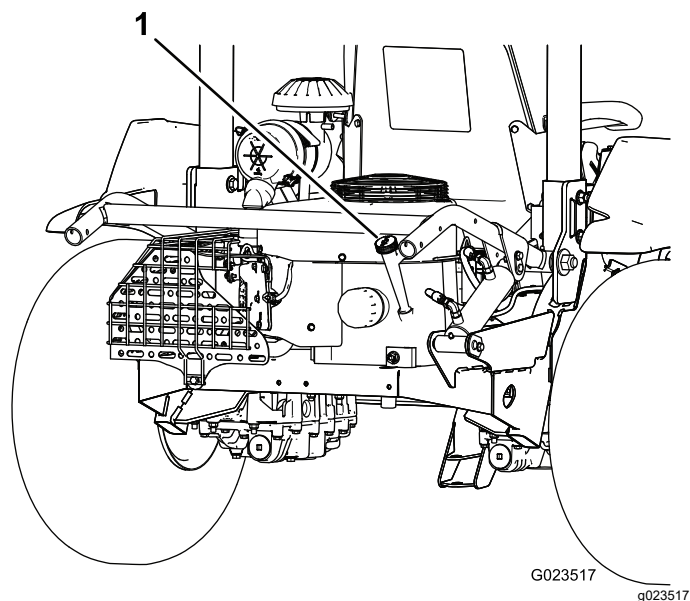
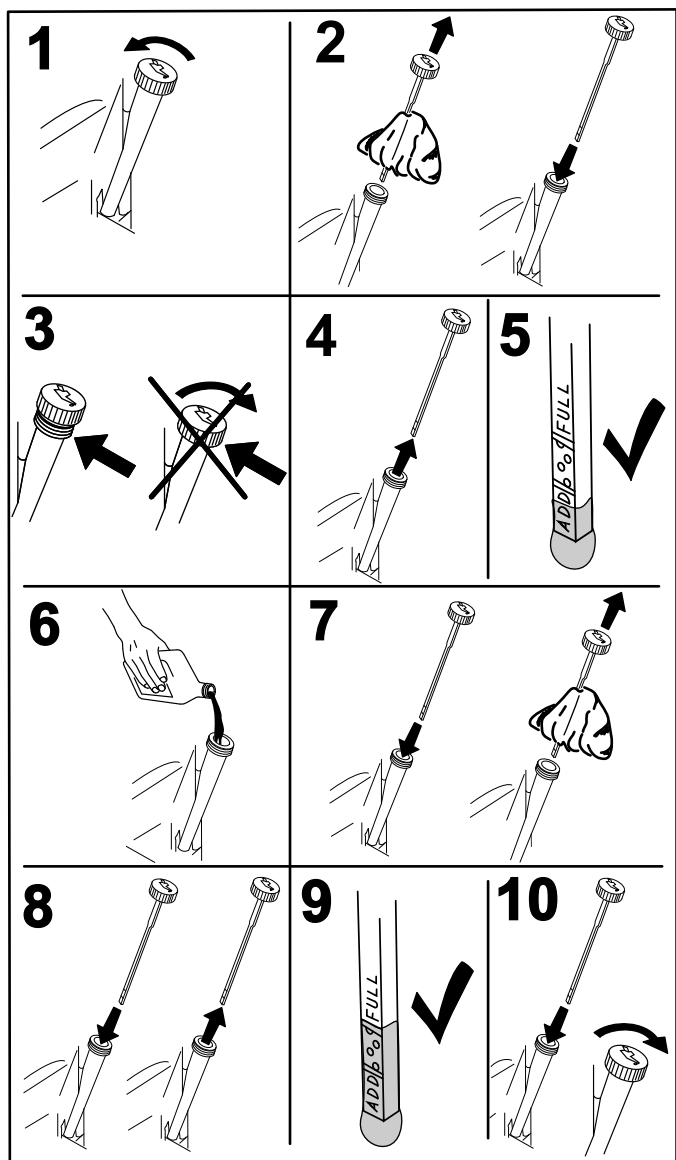

Figura 33
Figura 34
2. Retire la varilla (Figura 33) y límpiela con un trapo limpio (Figura 34).